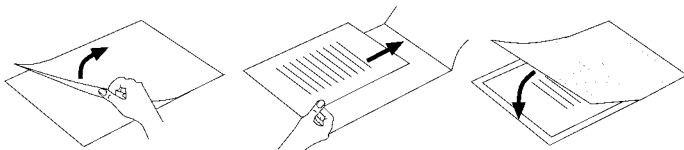

Fig. 2
- ▶ Veillez à utiliser un seul film pour la plastification. Commencez d'abord par l'ouvrir, comme indiqué par exemple sur la fig. 2.
- ▶ Veillez à utiliser un seul film pour la plastification. Ouvrez tout d'abord ce dernier, comme par exemple indiqué sur la fig. 2.